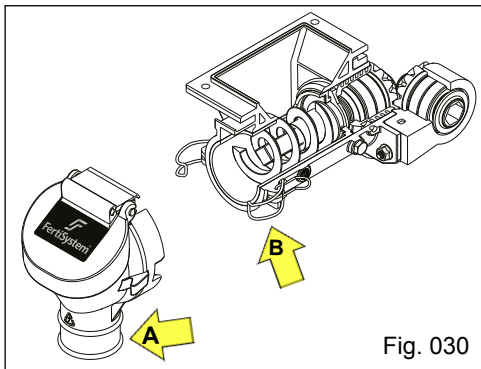

Fig. 030
a) Desmonte o bocal "A", através do engate rápido "B" (Fig. 030).